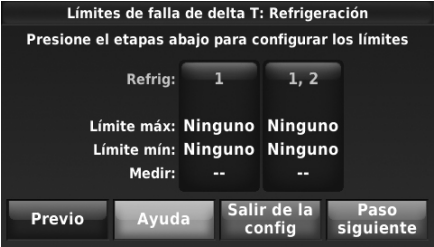

Fig. 18.
- 1. Presione Etapa 1 para configurar los límites y el tiempo de funcionamiento (consulte a la Fig. 18). Utilice los datos guardados de la prueba ubicados en la esquina superior derecha de la pantalla para configurar los límites de mínimo y máximo de delta T y el tiempo de funcionamiento (consulte a la Fig. 19).